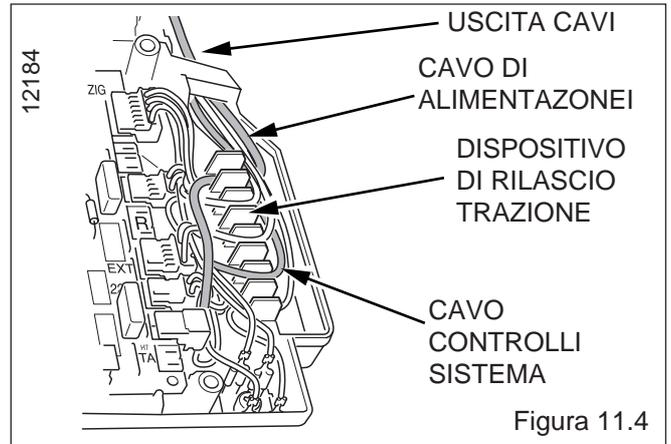
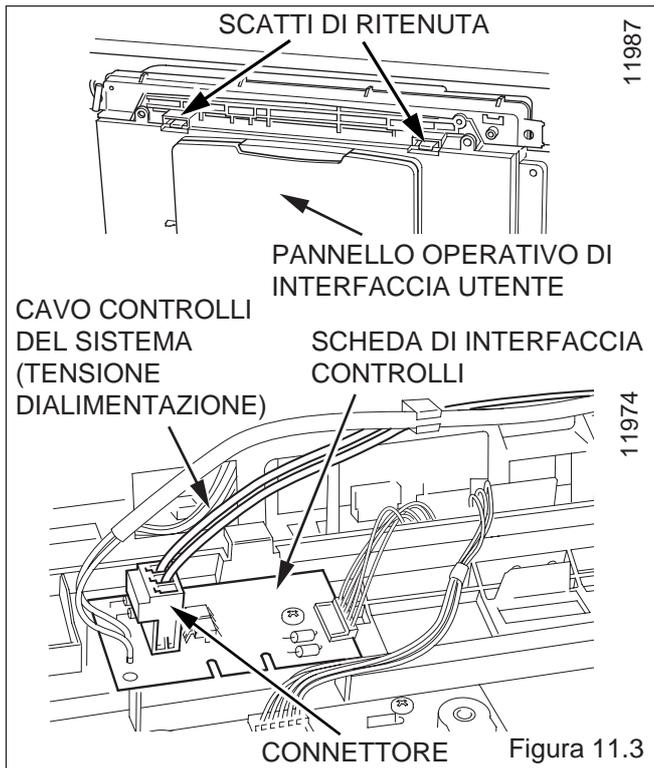
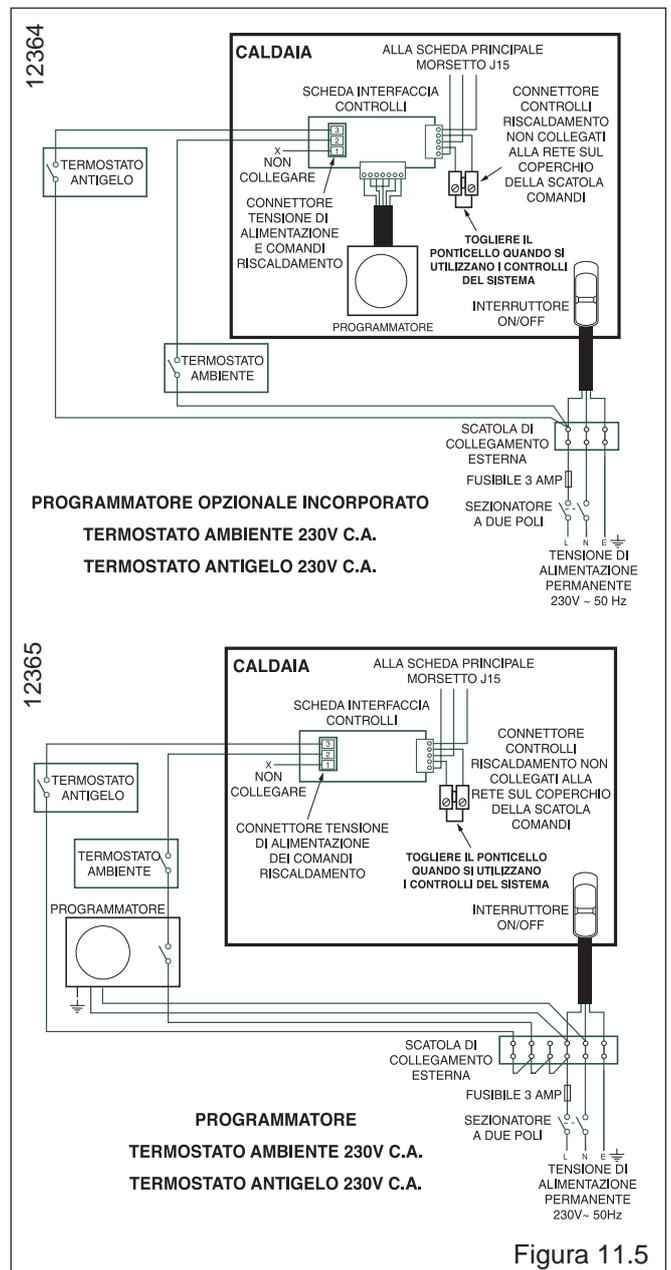

Figura 11.4
Figura 11.3
Figura 11.5
Per accedere alla scheda dei controlli a 230 V sganciare il pannello operativo utente abbassandolo con precauzione, vedere **figura 11.3**.
Staccare il ponticello (E) dal connettore dei controlli di riscaldamento non collegati alla rete, **figura 11.3**, collegare i controlli esterni come illustrato nella **figura 11.5**, collegare il connettore della tensione di alimentazione dei controlli di riscaldamento e il cavo dei controlli esterni alla scheda dei controlli a 230 V, quindi sistemare il cavo dei controlli esterni come illustrato nella **figura 11.4**.
Far passare il cavo dei controlli esterni attraverso i frontali, chiudere il pannello operativo di interfaccia utente e assicurare il cavo nel dispositivo di rilascio trazione, vedere **figura 11.4**.